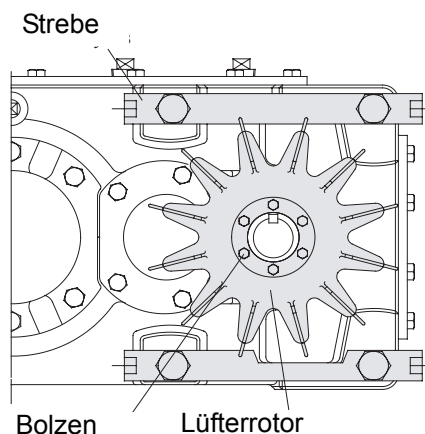

Abb. 4
2. Bolzen ausschrauben und dann Lüfterrotor entfernen. (Abb. 4)